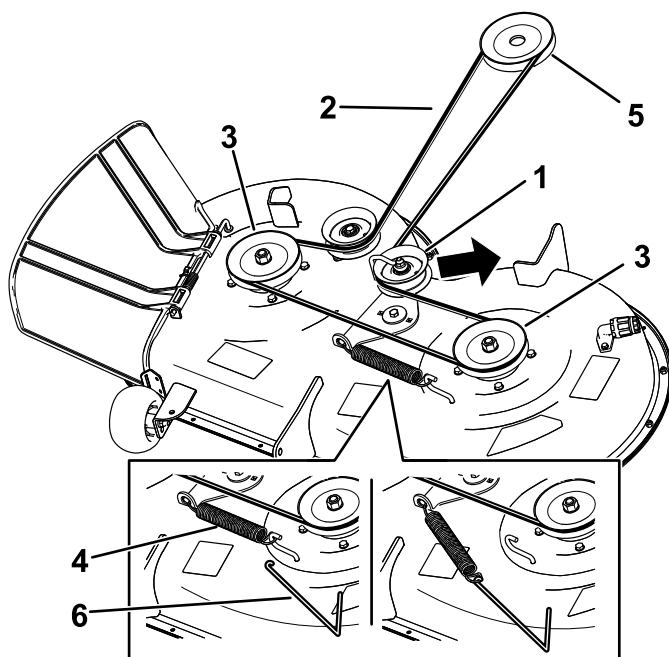

Bild 56
2. Schraube (3)
6. Entfernen Sie die Spannscheibenfeder mit einem Werkzeug zur Federentfernung (Toro Bestellnummer 92-5771) vom Mähwerkhaken, um die Spannung von der Spannscheibe zu nehmen, und rollen Sie den Riemen von den Spannscheiben (Bild 56).
7. Verlegen Sie den neuen Riemen um die Motor- und Mähwerkriemenscheiben (Bild 56).
8. Setzen Sie die Spannscheibenfeder mit einem Werkzeug zur Federentfernung (Toro Bestellnummer 92-5771) auf den Mähwerkhaken, um die Spannscheibe und den Mähwerkriemen zu spannen (Bild 56).